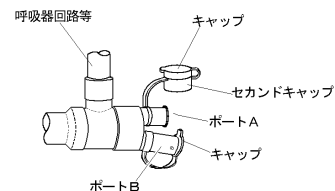

図5.
- ④気管支鏡やサクシオンチューブ等を同時に挿入する際(緊急時等)は、ポートAのセカンドキャップを外すこと。[複数の機器挿入は、気管内チューブの内腔が狭くなる] (図5参照)
- ⑤呼吸管理中は、ポートAのキャップ及びセカンドキャップに緩みや外れがないことを常に確認すること。
- ⑥分離肺換気操作が終了し、ブロッカーチューブを抜去した後は、直ちに気管内チューブよりシーベルコネクタを取り外すこと。
- ⑦シーベルコネクタを取り外した後は、気管内チューブにより通常の呼吸管理を行うこと。